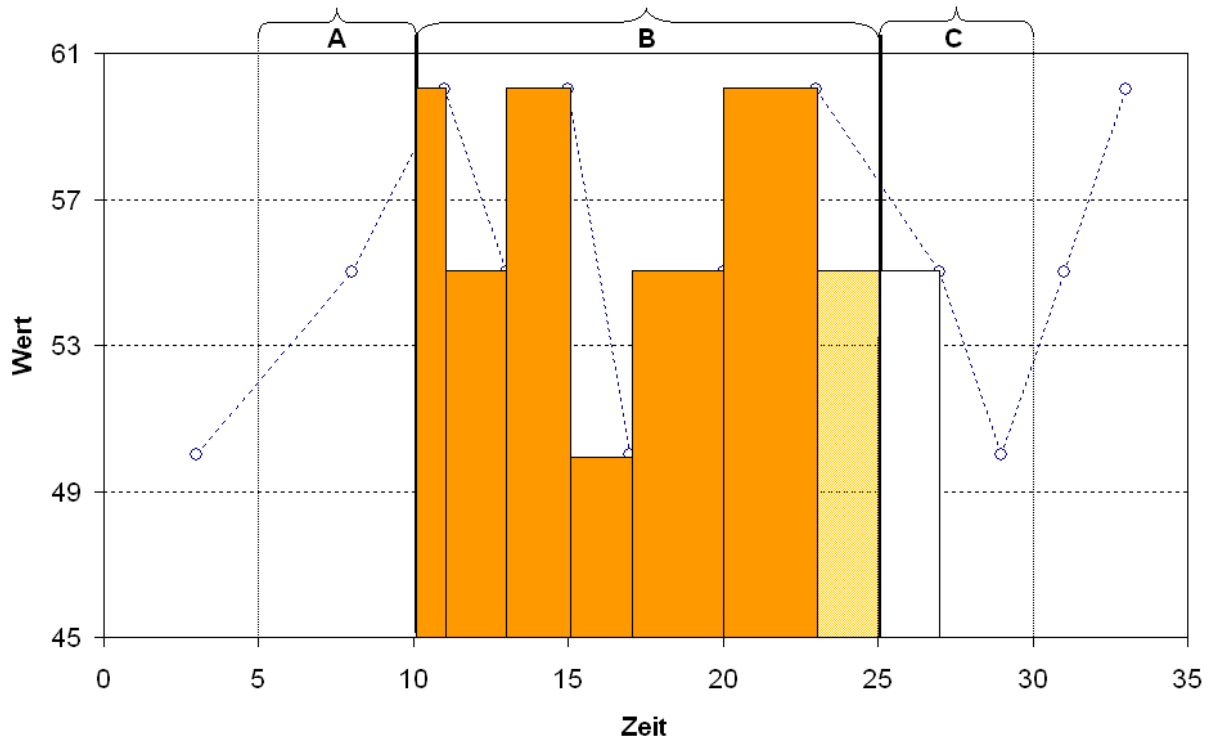

Abbildung 24: Datenaggregation → gew. Mittelwert (Ende)
- k) Gewichtetes Mittel (Ende): zeitlich gewichteter Mittelwert im Intervall (B). Werte werden als Ende einer Zustandsänderung interpretiert. Je nach Einstellung wird der Überlappungsbereich (A und C) zur gewichteten Mittelung berücksichtigt (Abbildung 24).